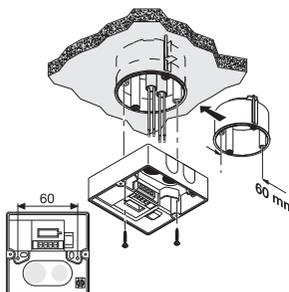

Рисунок 4.5 - Установка датчика с использованием монтажной коробки
- 4б) установка с использованием монтажной коробки: усатновить монтажную коробку, прикрутить основание датчика (рис. 4.5);